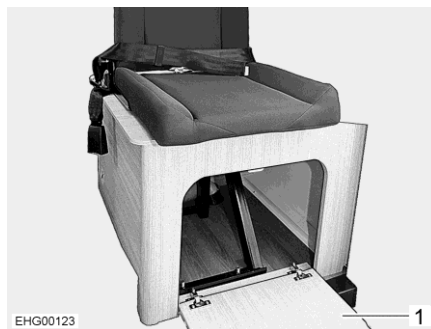

Fig. 33 Cadre du coffre (ouvert)
- Rabattre le portillon (Fig. 33,1) du cadre du coffre vers le bas.